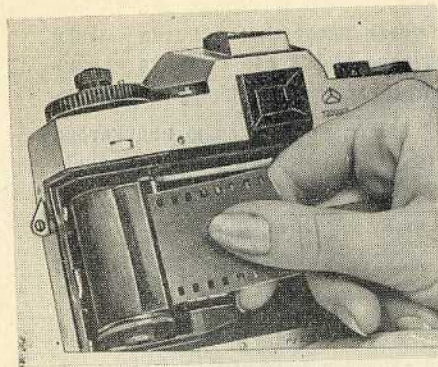

Рис. 7. Установка кассеты в аппарат.
3. Вставить кассету с пленкой в гнездо до упора в верхний торец (рис. 7).